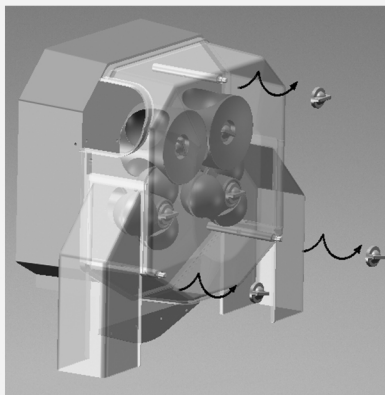

Рисунок 2
- ✓ Освободите с упаковки переднюю поликарбонатную крышку, скрепите болтами (жен.). (Рисунок 2)
- ✓ Освободите с упаковки переднюю поликарбонатную крышку, скрепите болтами (жен.) (Рисунок 2)